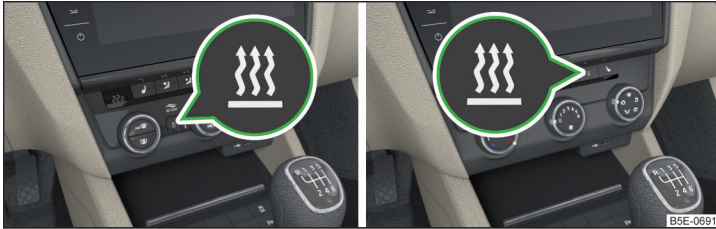

Abb. 158 Taste für das Ein-/Ausschalten (Climatronic / manuelle Klimaanlage)
- ▶ Mit der Taste  auf dem Bedienteil der Klimaanlage » Abb. 158.
Bei aktiviertem automatischem Einschalten leuchtet nach dem Ausschalten der Zündung für 10 Sekunden die Kontrollleuchte in der Taste  auf » Abb. 158.